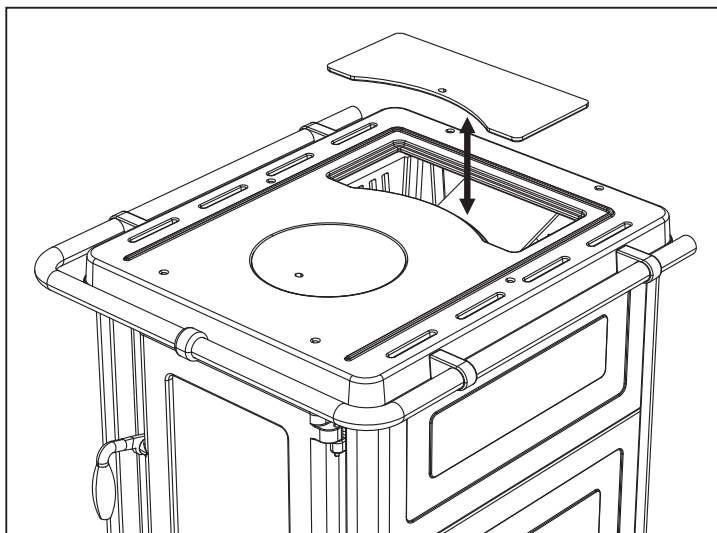

figure 5
**Nettoyage des conduits de fumée dans la chambre de combustion** - est effectué en soulevant le couvercle de la plaque (figure 5) et avec des accessoires auxiliaires, la suie est raclée dans la chambre de combustion. Ce nettoyage est recommandé périodiquement afin que le poêle fonctionne normalement et que les conduits de fumée du poêle ne se bouchent pas.